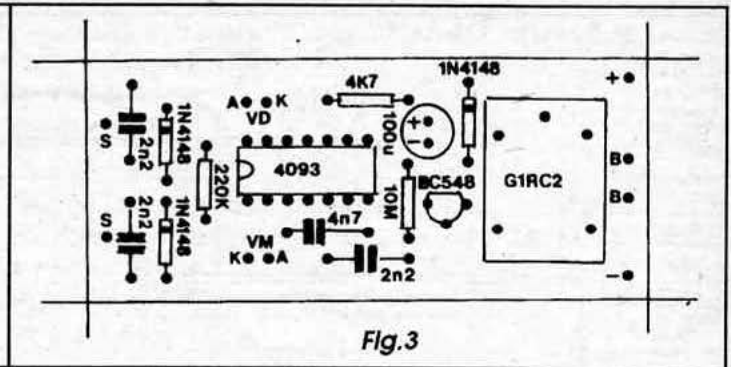

Fig. 3
- **FIG. 3 - CHAPEADO DA MONTAGEM** - O impresso, visto agora pela face oposta à mostrada na figura anterior... Todos os principais componentes encontram-se identificados pelas suas estilizações, valores, códigos, polaridades, etc., com grande clareza em sua distribuição final sobre a face não cobreada da placa... Lembramos que o integrado, o transistor, os diodos e o capacitor eletrolítico são componentes *polarizados*, devendo ser inseridos na placa nas rigorosas posições indicadas, para que não ocorram inversões (danosas ao circuito e ao próprio componente...) dos seus terminais... Atenção também na leitura dos valores dos resistores e capacitores comuns (*não polarizados*...), para que
não aconteçam trocas de posição ou localização... Em dúvida, consultar o TABELÃO APE... Quanto ao relê, se for usado o modelo/código indicado na LISTA DE PEÇAS, seus terminais estão dispostos de forma a apenas *entrar* nos respectivos furos em posição correta... Lembramos que os furos destinados à inserção dos terminais do relê devem ser um pouco maiores (em diâmetro...) do que os convencionais (para os terminais dos outros componentes...), devido ao calibre um pouco mais reforçado dos ditos pinos. Depois de inseridos e soldados todos os terminais/componentes, o leitor/hobbysta deve fazer uma rigorosa conferência final, verificando *cada* peça, terminal, valor, código, polaridade, sempre confrontando a montagem com o gabarito do diagrama (FIG. 3). Verificar também os pontos de solda (pela face cobreada...), corrigindo (se encontrados...) eventuais excessos ou faltas de solda, *corrimentos*, falhas, *soldas frías*, etc. Finalizando, podem ser cortadas as *sobras* dos terminais...